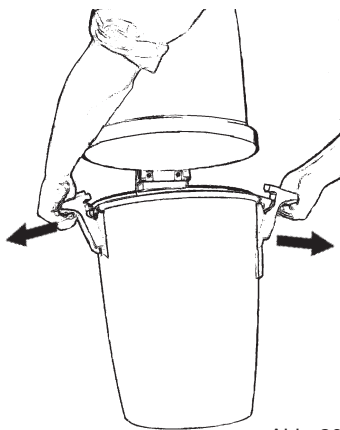

Abb. 20
1. Lösen Sie die beiden Griffe, von denen der Behälter eingeklemmt wird. Tun Sie dies, indem Sie die Griffe nach außen, vom Behälter weg ziehen, Abb. 20.